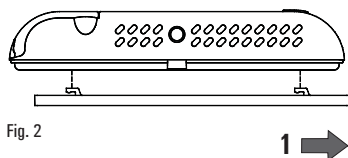

Fig. 2
- 1 Sganciare la piastra a muro innestata sotto la base del cronotermostato come indicato in Fig. 2.